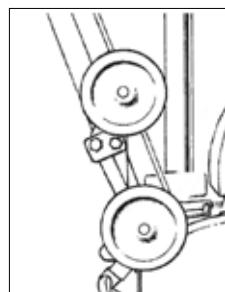

Figure 5
- Pour ranger le chariot en position « RELEVÉE », faites-le pivoter contre le haut du châssis principal jusqu'au bout et fermez les leviers de déverrouillage rapide pour le fixer en place. (voir Figure 5)